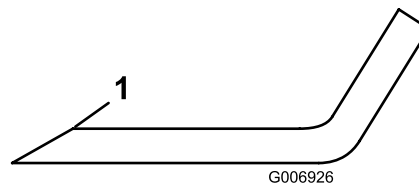

Figura 67
6. Se apresentar sinais de desgaste ou ranhuras, afie apenas a zona superior da parte cortante enquanto mantém o ângulo de corte original (Figura 67).
5. Inspeccione as extremidades de corte de todas as lâminas. Afie as extremidades de corte se estas apresentarem sinais de desgaste ou ranhuras. Afie apenas a zona superior da parte cortante e mantenha o ângulo de corte original para garantir que está afiada (Figura 67).